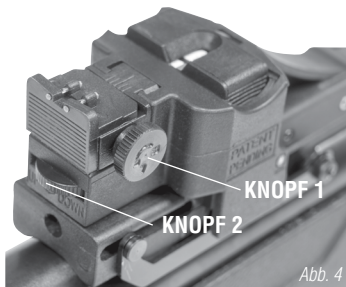

Abb. 4
- Weicht der Schuss nach links vom Ziel ab, drehen Sie **KNOFF 1** im Uhrzeigersinn. (Abb. 4)
- Weicht der Schuss nach rechts vom Ziel ab, drehen Sie **KNOFF 1** entgegen dem Uhrzeigersinn. (Abb. 4)
- Ist der Schuss zu hoch, drehen Sie **KNOFF 2** im Uhrzeigersinn. (Abb. 4)
- Ist der Schuss zu tief, drehen Sie **KNOFF 2** entgegen dem Uhrzeigersinn. (Abb. 4)